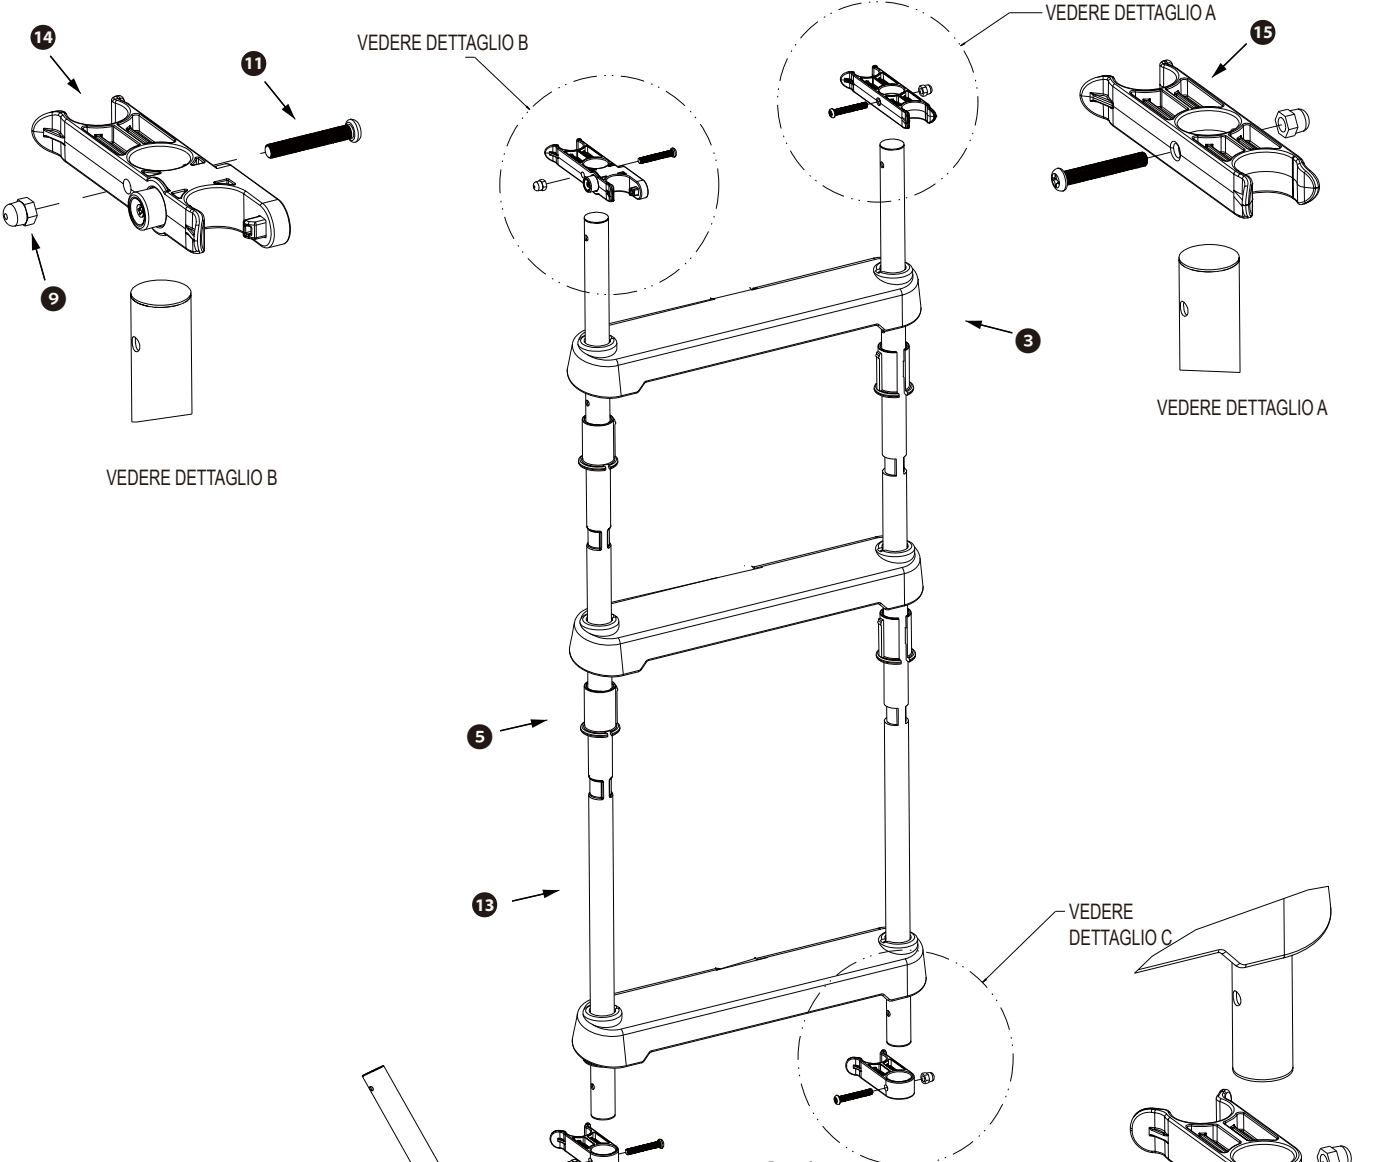

FIG. 4
- Per preparare il gruppo gambe girevoli (Fig. 4), iniziare con una gamba dritta **13**. Aprire con attenzione un fermaglio per scalino **5** di lato, quanto basta per inserirlo sulla sezione superiore della gamba dritta **13** e farlo scorrere verso il basso fino all'ultima sezione indentata, come illustrato in Figura 4. La sporgenza del fermaglio per scalino deve essere rivolta verso l'interno della gamba, come illustrato in Figura 4. Ripetere lo stesso processo per assemblare l'altra gamba dritta.
- Posizionare i fermagli inferiori **21** sulla parte inferiore della gamba dritta, come illustrato in Figura 4. Inserire le viti **11** dall'interno della gamba dritta **13**. Avvitare il dado cieco **9** fino a serrare i fermagli inferiori contro la gamba dritta (Fig. 4).